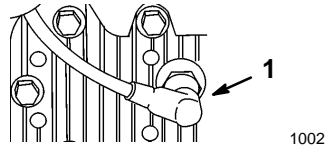

Figure 17
1. Couper le moteur et débrancher la bougie (Fig. 17).
2. Débrancher la bougie (Fig. 17).
3. Débrancher la bougie (Fig. 17).
5. Reconnecter la bougie (Fig. 17).
- C. Si la lame n'est pas usée ni émoussée, redresser la tondeuse et reconnecter le fil de la bougie (Fig. 17).